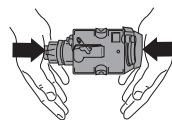

Figura 28
- Qualora si incontrassero difficoltà nell'inserimento del sistema di filtrazione, "schiacciarlo" fino alla dimensione giusta premendolo con forza contemporaneamente dall'alto e dal basso (Figura 28).